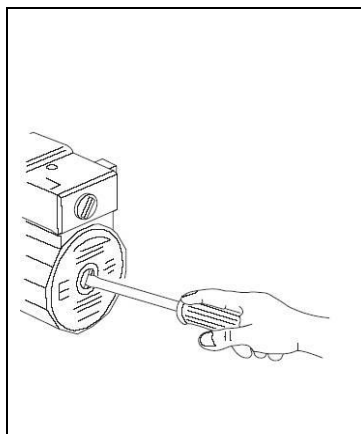

Рисунок 11
- необходимо проверить, не заблокирован ли вал циркуляционного насоса. Для этого нужно снять с прибора защитную нижнюю панель кожуха (см. рис .2), отвернуть защитный винт, и повернуть вал двигателя насоса, при помощи отвертки, против часовой стрелки (см. рис. 11). Далее установить защитный винт на место. Первый пуск насоса провести на максимальной скорости.